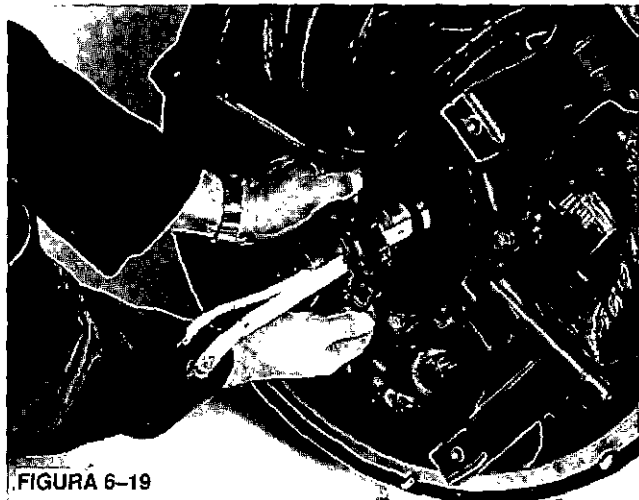

FIGURA 6-19
3. Deslice el rotor del PMG fuera del eje. (Figura 6-19)